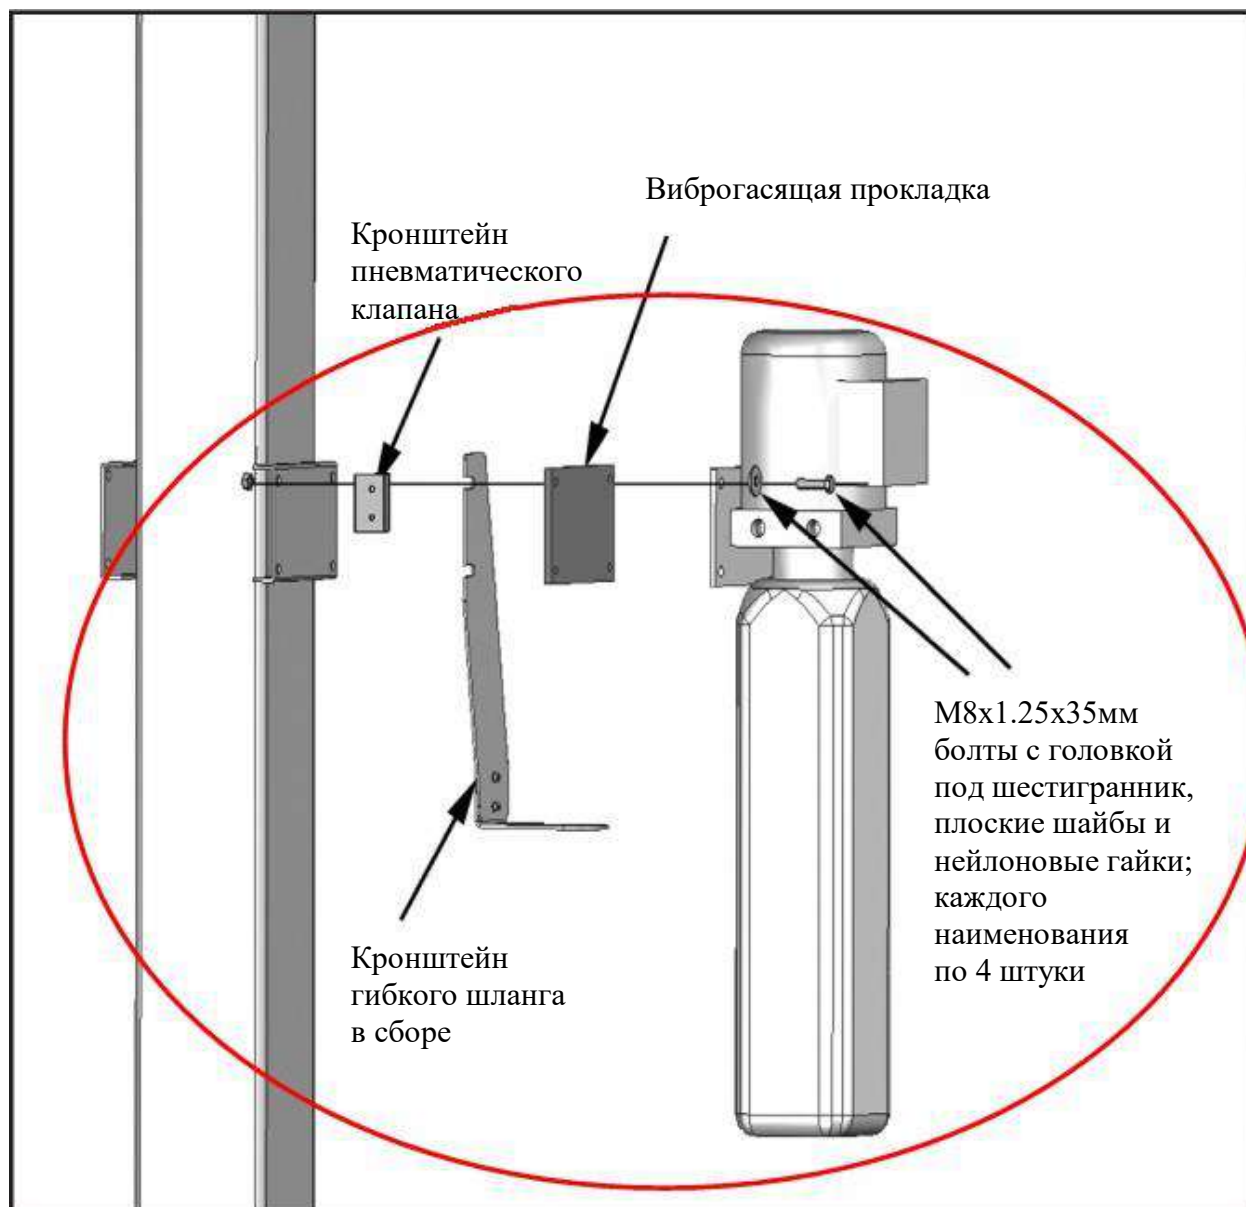

Рис. 9.1
1. Закрепите гидроагрегат на кронштейн, используя болты М8 с головкой под шестигранник и нейлоновые гайки. Залейте необходимое количество (прим. 4 л.) рекомендованной гидравлической жидкости НВ-32 (см. рис. 9.1).